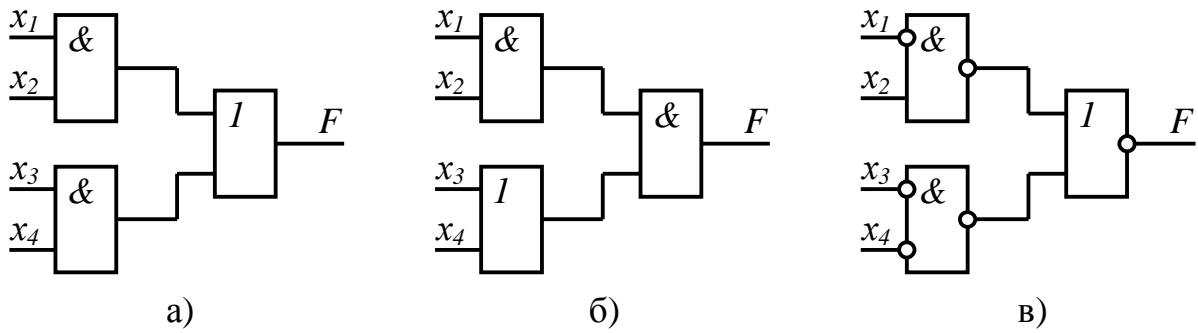

Рис. 13.6
**13.24.** Запишіть рівняння логічних функцій для схем, зображених на рис. 13.6.